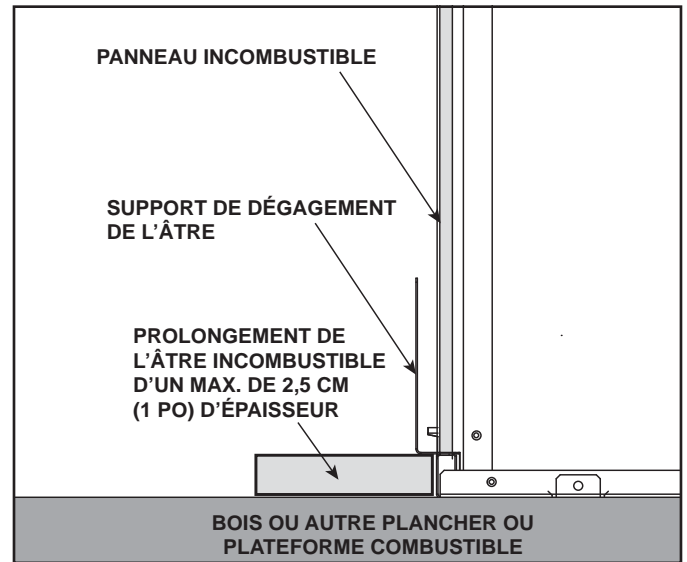

Figure 3.10 Appareil installé sur une surface combustible
- La base du foyer peut reposer sur une surface combustible. Voir la figure 3.10. La zone avant de l'appareil doit être protégée par un prolongement de l'âtre incombustible, sauf si l'appareil est surélevé d'au moins 76 mm (3 po) au-dessus du plancher ou de l'âtre. Voir les figures 3.10 et 3.11.
- Si un âtre plus épais que 25 mm (1 po) est désiré, l'appareil doit être surélevé d'une hauteur équivalente afin d'assurer que le prolongement de l'âtre n'interfère pas avec l'installation du panneau de verre nécessaire à l'utilisation du foyer. Voir la figure 3.10.